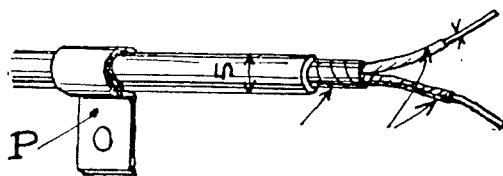

FIG. 3. — Canalisations.
3) *Canalisation.* — Nous conseillons l'emploi de petit câble électrique sous plomb à 2 conducteurs de cuivre ayant chacun 6 à 7/10 de millimètre de diamètre (6/10 est le diamètre minimum). Ce câble, très usité dans le commerce est à guipage soie et coton 2 couleurs, recouvert de ruban paraffiné, le tout passé dans une gaine de plomb. Il se fixe très facilement au moyen de petites pattes. (Voir figure 3).